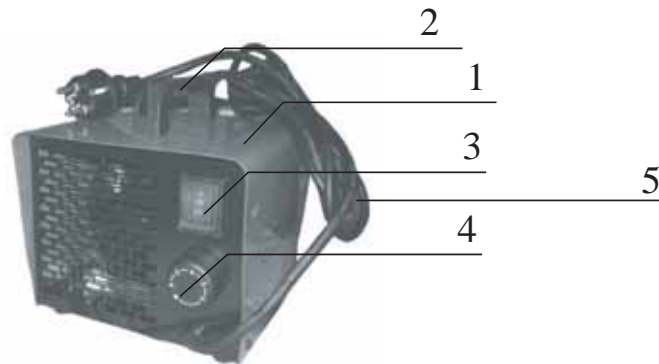

Рис. 1 Тепловентилятор
5.1 Схема тепловентилятора представлена на рис. 1.
5.3 Корпус 1 тепловентилятора (см. рис.1) изготовлен из листовой стали, покрытой высококачественным полимерным покрытием. Корпус установлен на четырех упругих опорах. Внутри корпуса расположены осевой вентилятор и высокоэффективный металлокерамический электронагреватель. Вентилятор втягивает воздух через отверстия в задней стенке корпуса, воздушный поток, проходя через электронагреватель, нагревается и подается в помещение через отверстия в передней стенке корпуса. Органы управления (клавишный переключатель 3 и терморегулятор 4) расположены на задней стенке корпуса. Пластмассовая ручка 2 служит для переноски те-
5.5 Электрическая схема тепловентилятора представлена на рис. 1 Приложения.